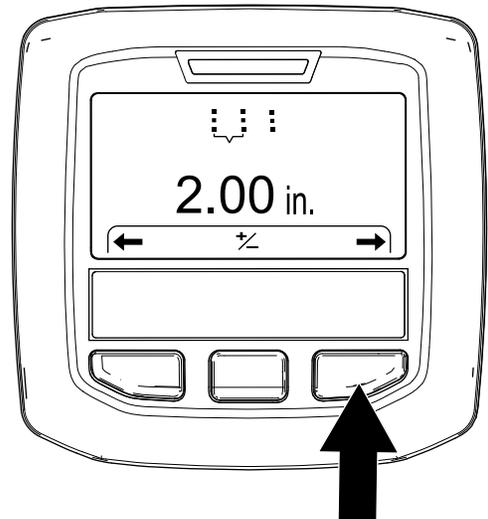

Figure 48
4. Appuyez sur le bouton droit de l'InfoCenter pour afficher l'écran Setting the Hole Spacing (réglage de l'espacement des trous) (Figure 48).
5. Appuyez sur le bouton droit de l'InfoCenter pour afficher l'écran Setting the Tine Diameter (réglage du diamètre des louchets) (Figure 48).